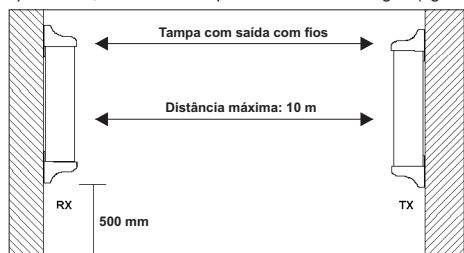

Figura 1
- Fixe as unidades transmissora e receptora alinhadas entre si a uma altura de 500 mm e de modo que a tampa por onde saem os fios fique voltada para cima, a fim de evitar possível entrada de água (figura 1);